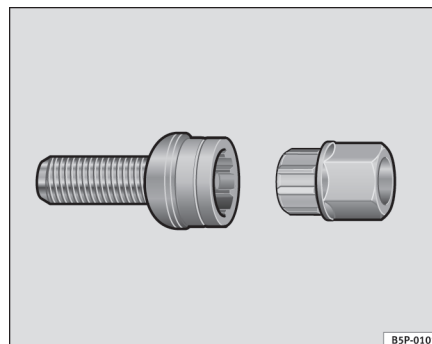

Fig. 182 Tornillo anti-robbo de la rueda
- Coloque el adaptador hasta el tope en el tornillo antirrobo de la rueda ⇒ **página 255, fig. 182.**